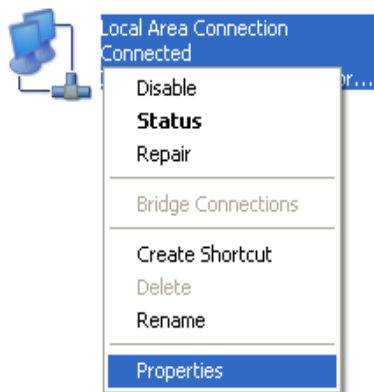

ABB. 14
3. Das Symbol für die Netzwerkverbindung auswählen, die für die Kommunikation mit dem VFD verwendet werden soll, mit der rechten Maustaste auf das Symbol klicken und "Eigenschaften" wählen. Siehe ABB. 14.